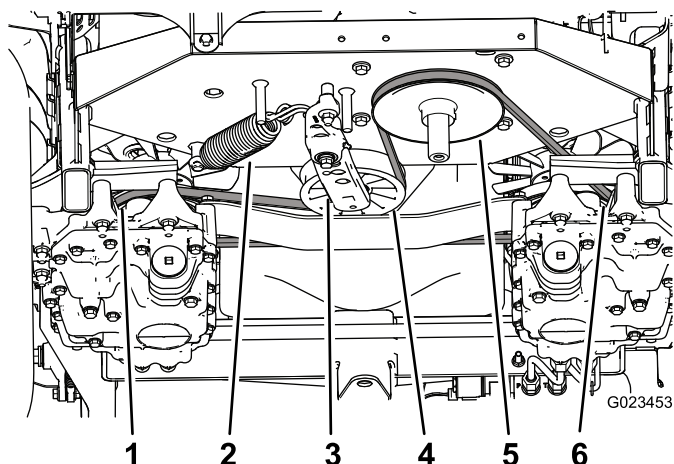

Рисунок 56
(Рисунок 56), и снимите ремень с натяжного ролика.
4. Снимите крюк пружины натяжителя с рычага натяжителя и рамы (Рисунок 56).
9. Установите пружину на рычаг натяжителя и раму (Рисунок 56).